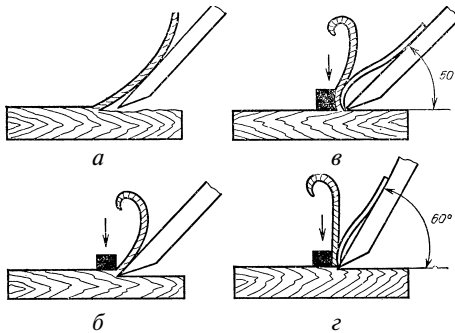

Рис. 10. Приемы резания:
**Чистота обработки древесины** зависит от приемов резания (рис. 10). Резание вдоль волокон дает гладкую поверхность. При резании волокон резец, обрабатывающий древесину, углубляется в нее,